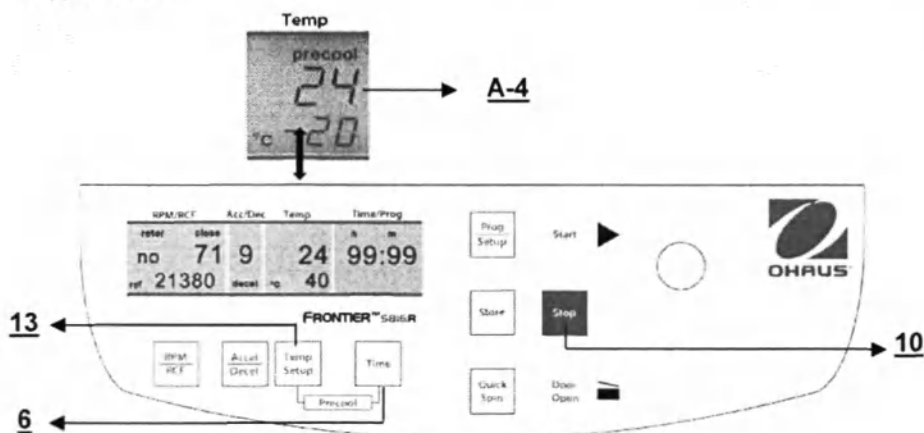

Рис. 20
При работе с термочувствительными образцами рекомендуется выполнять предварительное охлаждение центрифуги, ротора и стаканов до необходимой рабочей температуры. Для этого установите нужный ротор и задайте соответствующую температуру. Данная функция запускается одновременным нажатием кнопок **«Temp/Setup»** (13) (см. рис. 20) и **«Time»** (6). При этом прибор автоматически выбирает скорость вращения, равную 20 % от допустимой скорости вращения соответствующего ротора. По достижении заданной температуры можно выйти из режима предварительного охлаждения нажатием кнопки **«Stop»** (10).